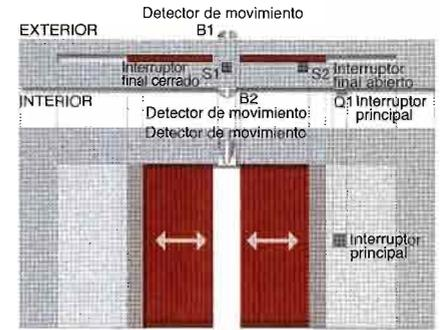

Fig. 3.25. Detalle de montaje de la puerta automática.
- El control de la puerta está conectado a la red a través de un interruptor principal (Fig. 3.25).